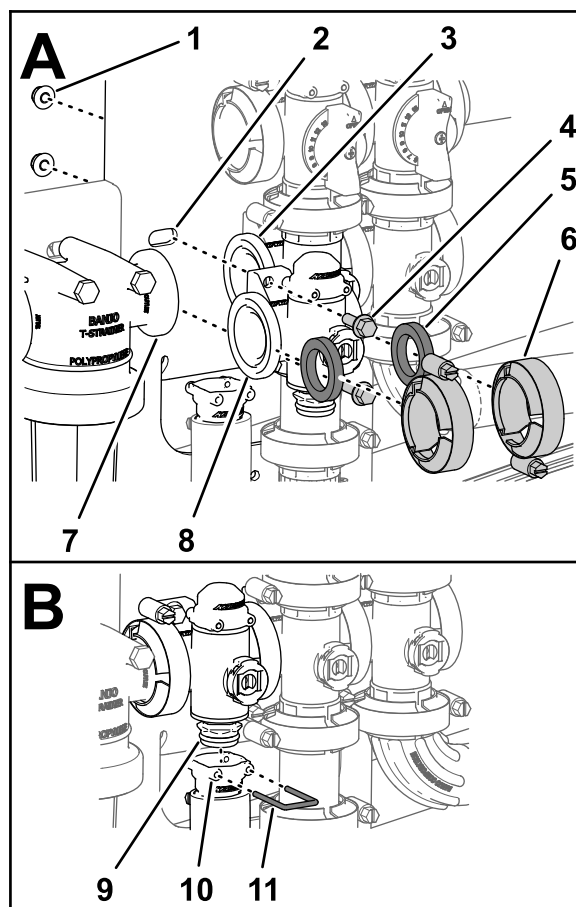

Рисунок 126
1. Установите прокладку между фланцами коллектора клапана управления нормой внесения и головкой фильтра линии нагнетания (Рисунок 126А).
2. Смонтируйте коллектор клапана управления нормой внесения, прокладку и головку фильтра линии нагнетания с помощью фланцевого хомута, затянув его от руки (Рисунок 126А).
3. Установите прокладку между фланцами клапана управления нормой внесения и коллектором клапана перемешивания (Рисунок 126А).
фланцевого хомута, затянув его вручную (Рисунок 126А).
5. Присоедините клапан регулирования расхода к креплению клапана с помощью 2 болтов с фланцевыми головками и 2 фланцевых контргайек (Рисунок 126А), снятых при выполнении действий, описанных в пункте 3 раздела Снятие коллекторного клапана управления нормой внесения (страница 89), и затяните гайку и болт с моментом от 10 до 12 Н·м.
6. Установите выпускной штуцер на штуцер муфты в нижней части коллектора клапана управления нормой внесения (Рисунок 126В).
7. Прикрепите выпускной штуцер к штуцеру муфты, вставив держатель в гнездо выпускного штуцера (Рисунок 126В).